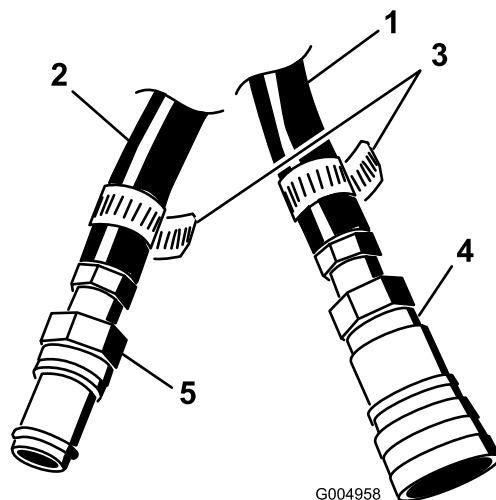

Figura 12
5. Introduzca el extremo dentado de un acoplamiento con racor en la manguera de presión y sujételo con una abrazadera (Figura 12).
6. Introduzca el extremo dentado de un acoplamiento rápido en la manguera de retorno y sujételo con una abrazadera (Figura 12).